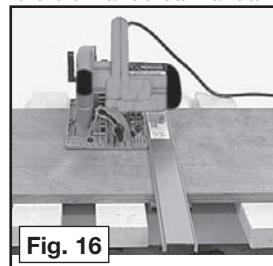

Fig. 16
**! ADVERTENCIA** Permanezca la alarma y mantenga un apretón firme en la sierra. Lance el interruptor inmediatamente si la lámina ata o la sierra se atasca. Mantenga su lámina aguda. Apoye los paneles (Fig. 16). Utilice una cerca o una guía de borde recta al rasgar. No fuerce la herramienta. No quite la sierra del objeto mientras que la lámina se está moviendo.